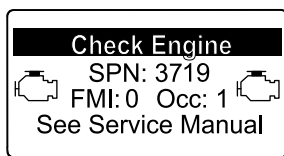

Figura 51
- Avvertenza motore SPN 3719, FMI 0 (Figura 51)